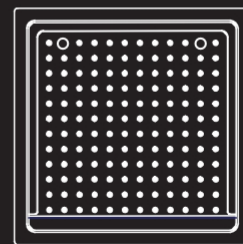

FIG 1
- ✓ Använd alltid en full last glas och placera korgen centralt på Airack (toppen är försänkt för placering - fig. 1).